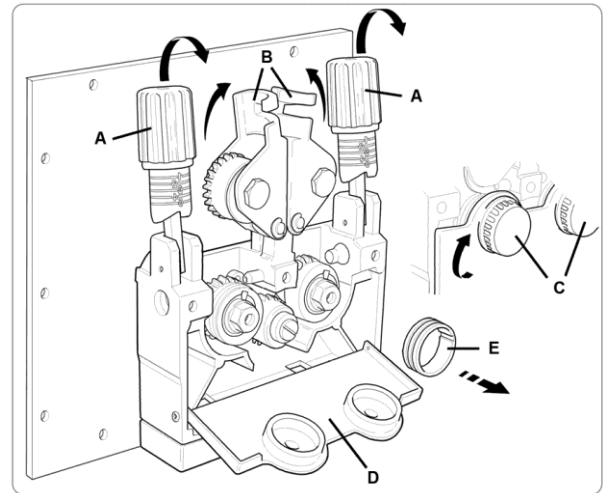

fig. 3
3.2 **Replacing the rollers (Fig. 3).**